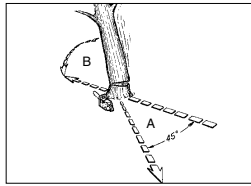

Abb. 12
**ACHTUNG:** Vor dem Schneiden sollte ein Rückzugspfad (A) geplant und freigelegt werden. Der Rückzugspfad sollte nach hinten und diagonal zur Rückseite der erwarteten Fallrichtung verlaufen, wie in Abb. 12 dargestellt ist.
**HINWEIS:** Die Fallrichtung (B) wird vom Kerbschnitt bestimmt. Berücksichtigen Sie vor dem Schneiden die Anordnung größerer Zweige und die natürliche Neigung
**ACHTUNG:** Wenn der Fällschnitt sich dem Ankerpunkt nähert, beginnt der Baum zu fallen. Sobald der Baum zu fallen beginnt, ziehen Sie die Säge aus dem Schnitt heraus, stoppen Sie den Motor, legen Sie die Kettensäge ab und verlassen Sie den Bereich über den Rückzugsfad (Abb. 12).